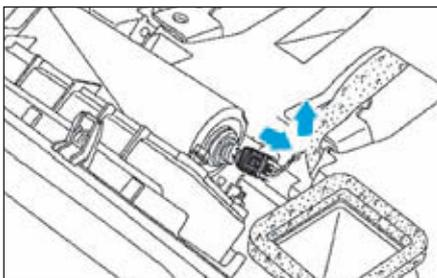

FIG.11
- Déposer les quatre vis de fixation (7) et (8)(Fig.11).